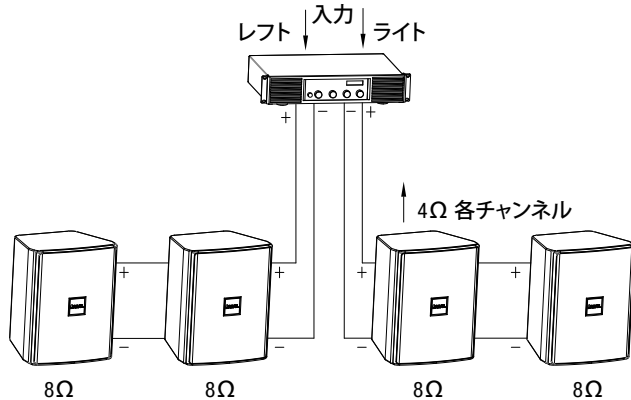

図2.
- プラスチックのInvisiBall™ロックアウトプラグのスロットに、幅の広い先を覆ったマイナスのねじ回しを差し込んで下に押し、図2に示されているようにスピーカーの背面からプラグを取り出してください。穴の周りに残っているプラスチックをこすり取って、ボールが穴にフィットすることを確かめてください。
各8Ω-ラウドスピーカーの定格インピーダンスは各8Ωなので、1つのアンプチャンネルに2台以上のスピーカーを接続することができます(図2をご覧ください)。(下の「アンプインピーダンスの負荷」をご覧ください)。
アンプインピーダンスの負荷-スピーカー位置で2本のワイヤーをより合わせるか、ラウドスピーカーからアンプへの別個の「ホーム・ラン」を経由して一つのアンプチャンネルに2台以上のラウドスピーカー・システムを接続する場合、アンプへの負荷インピーダンスは低下します。パワーアンプの各チャンネルに並列に接続できる8Ωスピーカーの最大数を求めるには、アンプの推奨インピーダンス負荷で8を割ります(例、8Ω Revel(レベル)スピーカー+4Rアンプの最小インピーダンス=1チャンネルにつき2台のスピーカー、図2をご覧ください)。